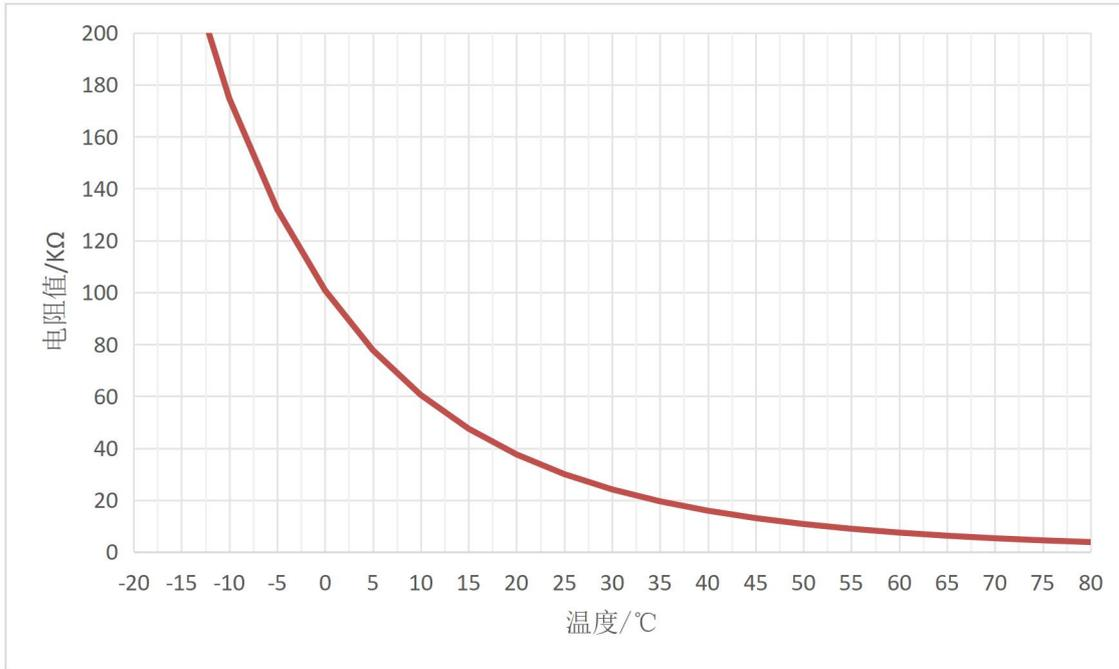

图 3-6 热敏电阻温度值计算曲线图
3) 电阻对温度的变化，温度特征 R_x ，计算曲线如下图 3-6 所示。